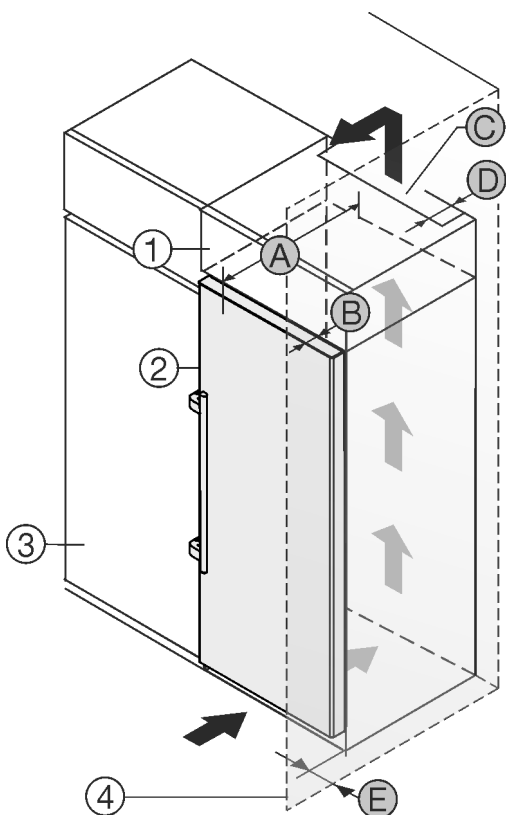

Fig. 2
Vous pouvez placer le réfrigérateur directement à côté de l'armoire de cuisine *Fig. 2 (3)*.*
Une sortie d'air avec la profondeur *Fig. 2 (D)* doit être présente au dos de la rehausse sur toute sa largeur.*
La section de ventilation *Fig. 2 (C)* sous plafond doit être respectée.*
Si le réfrigérateur est installé avec les charnières près d'une paroi *Fig. 2 (4)*, la distance entre le réfrigérateur et la paroi doit être d'au moins 57 mm . Cela correspond au dépassement de la poignée lorsque la porte est ouverte.*
Pour pouvoir ouvrir complètement les portes, le réfrigérateur doit dépasser de la profondeur de la porte *Fig. 2 (B)* par rapport à la façade du placard. L'appareil peut déborder encore plus en fonction de la profondeur des placards *Fig. 2 (3)* et de l'utilisation de cales d'épaisseur.*